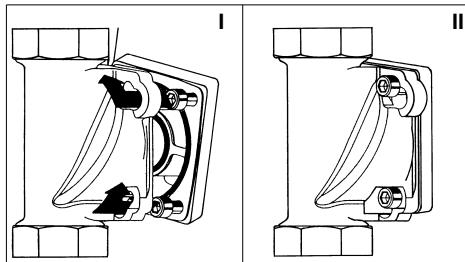

Abb. 3: Einbaudrehflansch mit Bajonettschrauben
- Die Köpfe der vier Flanschschrauben durch die Bajonettschraubbohrungen am Einbaudrehflansch stecken (siehe Abb. 3 I).
- Den Rückspül-Schutzfilter im Uhrzeigersinn bis zum Anschlag drehen (siehe Abb. 3 II).